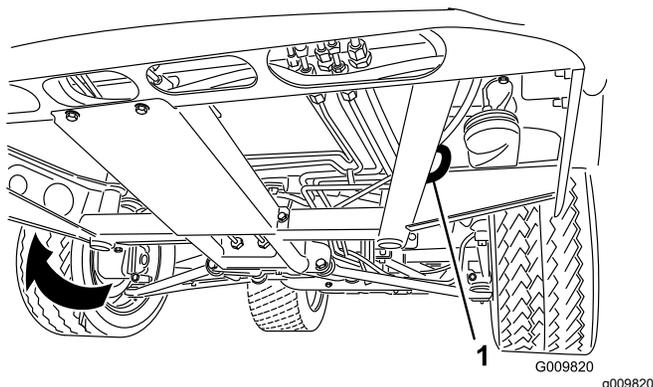
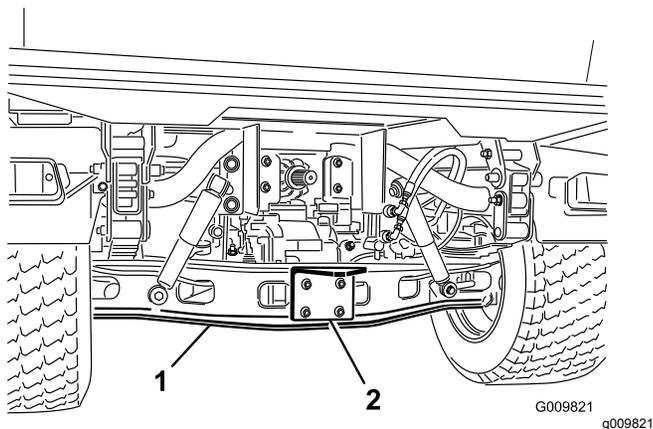

Figura 26
Figura 27
Vedere Figura 26 e Figura 27 per conoscere la posizione dei punti di attacco sulla macchina.
1. Fissate una fune di traino al timone sulla parte anteriore del telaio della macchina (Figura 26).